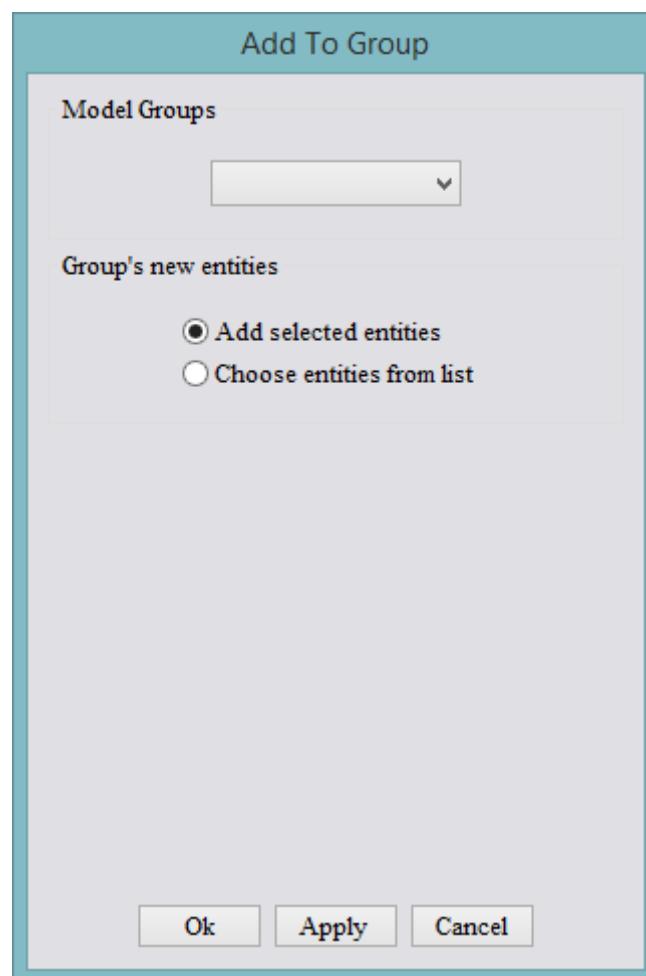

Figura 79 - Diálogo de adição de entidades à grupos
Este comando pode ser executado pela interface através do item Add to Group... do menu Groups. O diálogo de adição de entidades à grupos aparecerá (Figura 79), e seu funcionamento é similar ao descrito no item 3.9.1.